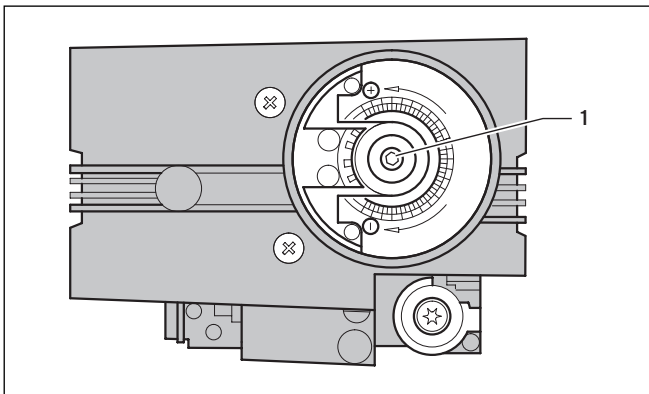

Abb. 6.3 Gasdurchflussschraube
Die Gaseinstellung für die Nennwärmebelastung erfolgt über die Gasdurchflussschraube (1, Abb. 6.3) mittels eines Innensechskantschlüssels 3 mm der Gasarmatur.
- Korrigieren Sie bei Bedarf den CO2-Gehalt an der Gasdurchflussschraube (1, Abb. 6.3) mittels eines Innensechskantschlüssels 3 mm gemäß Tab. 6.2.